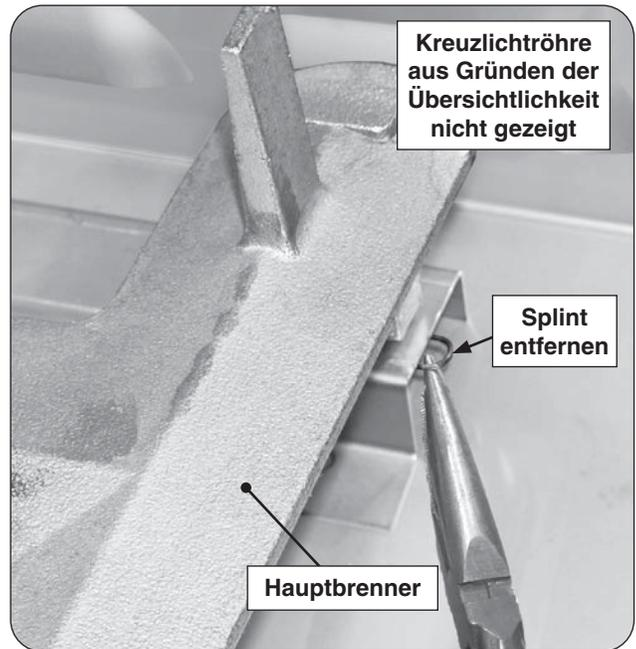

Abb. 35-1 Hauptbrenner ausbauen
2. Finden Sie den Splint und ziehen Sie ihn vom linken oder rechten hinteren Verankerungsstift des Brenners mit den Fingern oder einer Spitzzange gerade heraus. Siehe Abb. 35-1.